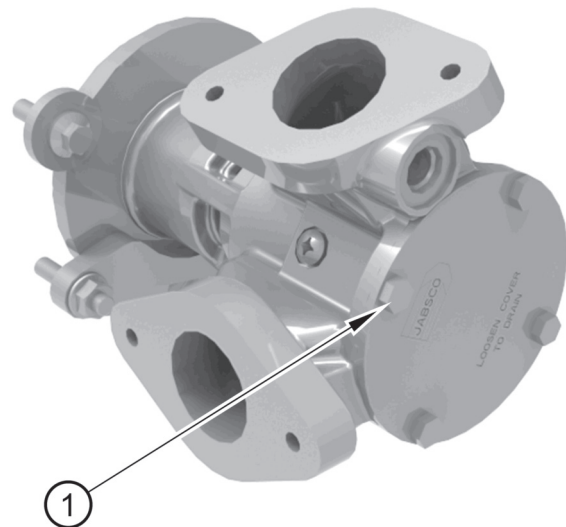

Figura 11
2. Suelte los cuatro tornillos (figura 11, elemento 1) que sujetan la placa del extremo de la bomba de agua auxiliar y quite la placa. Al retirar la placa saldrá un poco de agua de la bomba.